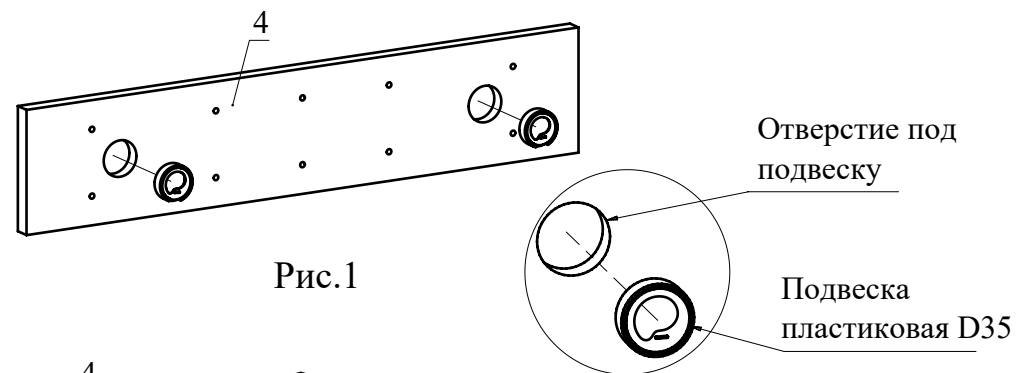

Рис.1
1. Вбейте подвески пластиковые в деталь 4 (Рис. 1).